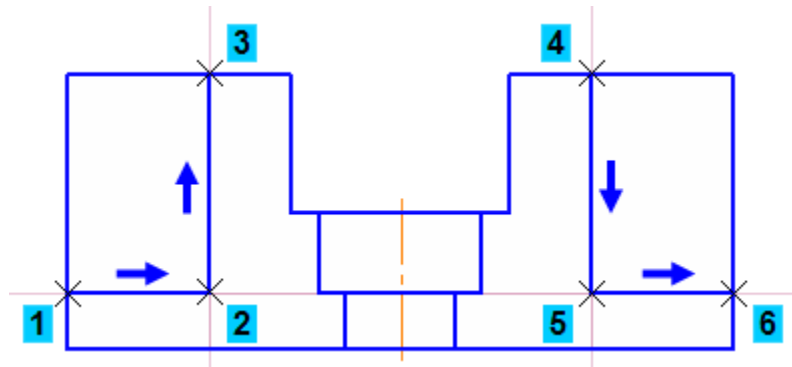

Рисунок 22.
- Нажмите кнопку Непрерывный ввод объектов и постройте ломаную линию 1–2–3 (рис. 22).